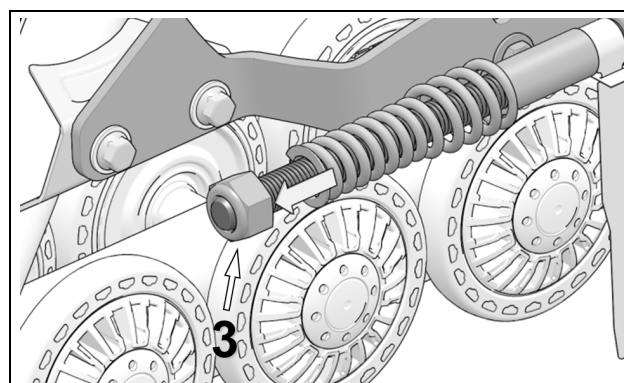

Figure 9
- Desserrer l'écrou (3) comprimant le ressort du bras stabilisateur. Voir la Figure 9.